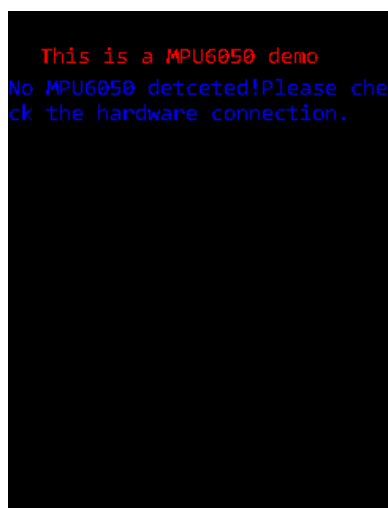

图 2-3 模块检测不正常时的液晶显示
- ❑ 液晶屏以蓝色字显示 “No MPU6050 detected!”, 见图 2-3。这时说明开发板检测不到 MPU6050 模块, 请参照引脚连接表重新检查模块与开发板之间的连线。